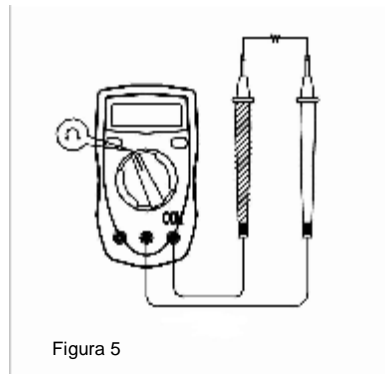

Figura 5
E. Resistenza (figura 5)**⚠ Avvertenza**